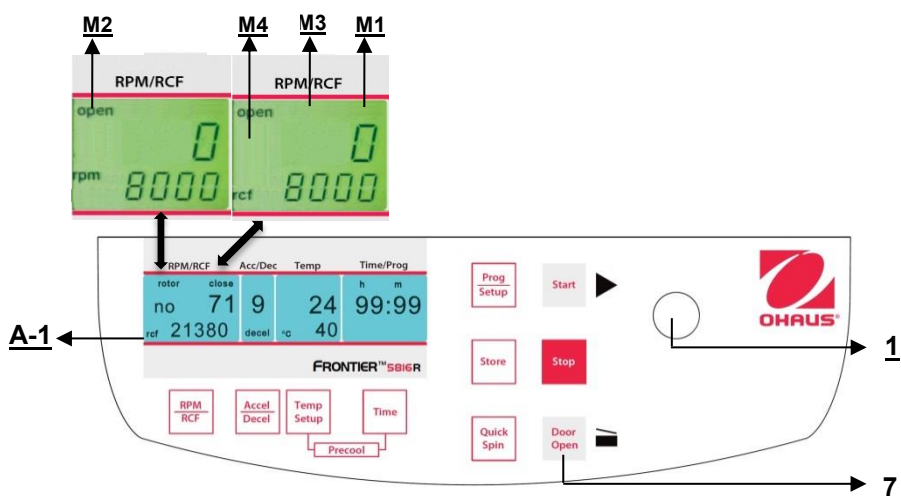

Figura 15
Dopo il funzionamento, quando il coperchio della centrifuga è chiuso, appare la parola **"close"** (M1) sul display **"RPM | RCF"** (A-1). Inoltre, se vi è un rotore nella centrifuga, appare la parola **"rotor"**(M3) e anche il numero di codice del rispettivo rotore che si trova all'interno del sistema centrifugo **"71"** (M4). Se nella centrifuga non vi è alcun rotore, la parola **"rotor"** (M3) lampeggia e appare la parola supplementare **"no"** (M4). Premendo il tasto **"Door Open"** (7), si può rilasciare il coperchio della centrifuga. Non appena il coperchio elettromagnetico è completamente rilasciato, appare la parola **"open"** (M2). Adesso è possibile aprire il coperchio della centrifuga Fare riferimento alla figura 15 qui di seguito per riferimento
Il coperchio deve solo essere abbassato leggermente. Un bloccaggio elettromagnetico del coperchio fa chiudere il coperchio stesso, e allo stesso tempo scompare la parola **"open"** (M2) (fare riferimento alla figura 15).